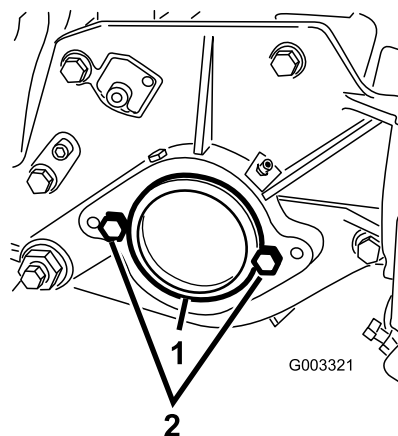

Figure 12
2. A l'extrémité droite du plateau de coupe, retirez l'obturateur en plastique du logement de roulements (Figure 12).
3. Enlevez les 2 vis de la plaque latérale droite (Figure 12).
2. Vis (2)
5. Placez les 2 vis de fixation du moteur de cylindre sur la plaque latérale gauche du plateau de coupe sans les serrer (Figure 12).